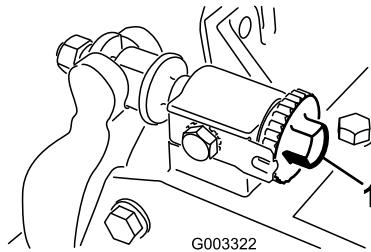

图11
1. 将滚刀组放在平整、水平的工作表面上。逆时针旋转底刀架调节螺丝确保底刀架不与滚刀接触 图11。